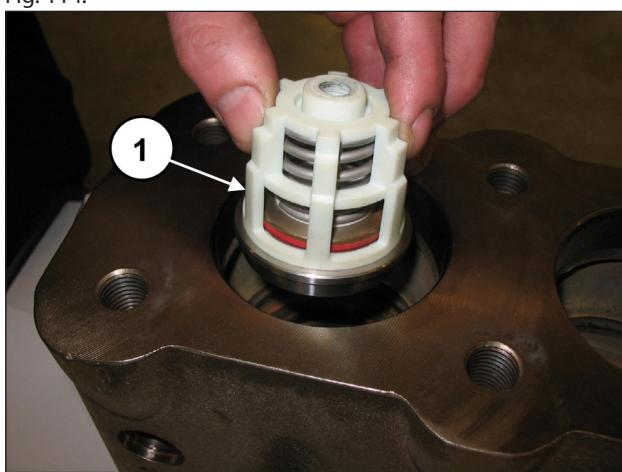
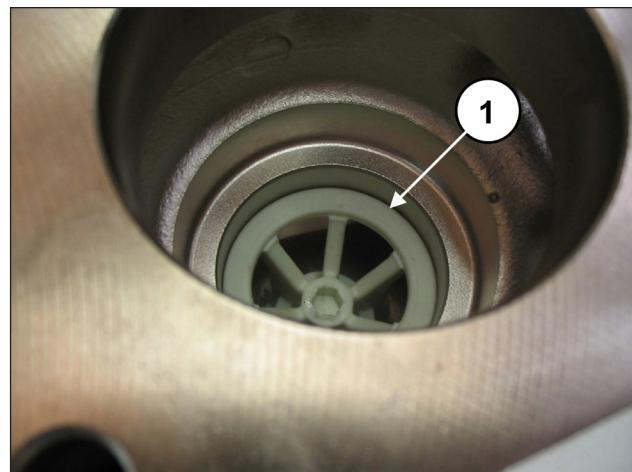

Fig. 113
Fig. 114
Insira o grupo da válvula de aspiração (pos. ①, Fig. 113) e sucessivamente o espaçador (pos. ①, Fig. 114).
O grupo da válvula completo deve ser inserido completamente no fundo e apresentar-se como na pos. ①, Fig. 114.